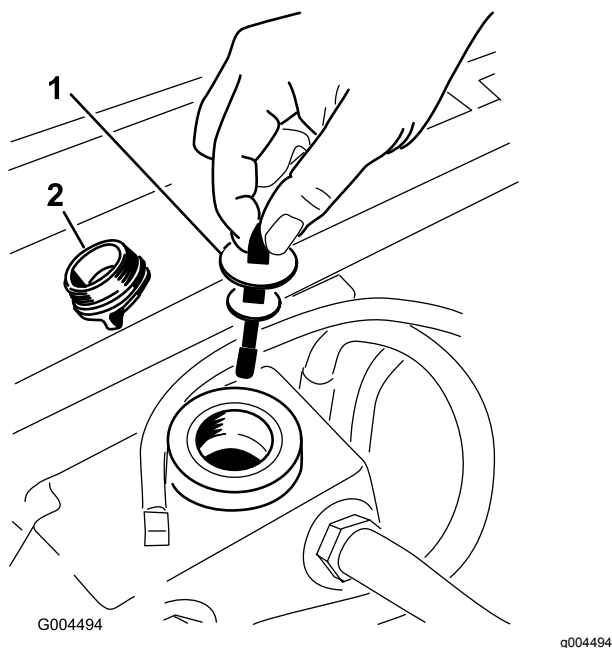

Figura 57
5. Retire o tampão de enchimento hidráulico do tubo de enchimento (Figura 57).
6. Retire a vareta e limpe-a com um pano limpo (Figura 57).
7. Coloque a vareta no tubo de enchimento, retire-a e verifique o nível do fluido (Figura 57).